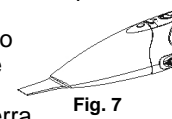

Fig. 7
3. Para instalar la boquilla esquinera o en la aspiradora, presione el accesorio dentro del orificio de succión delante del recipiente para la tierra. (Fig. 7)